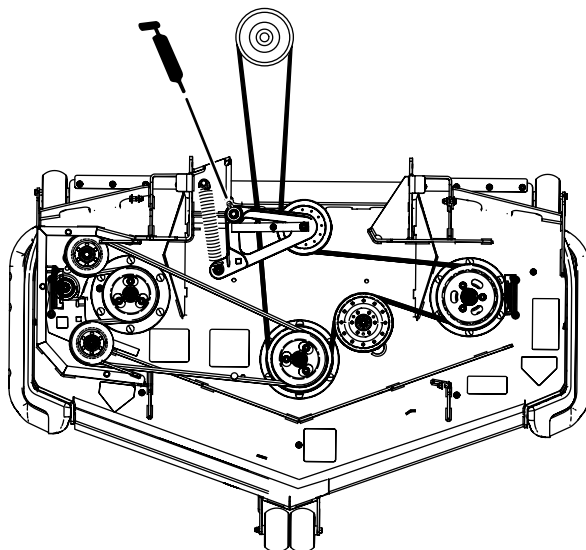

Figure 40
4. Graissez le pivot de la poulie de tension du tablier de coupe jusqu'à ce que la graisse ressorte par le bas (Figure 40).